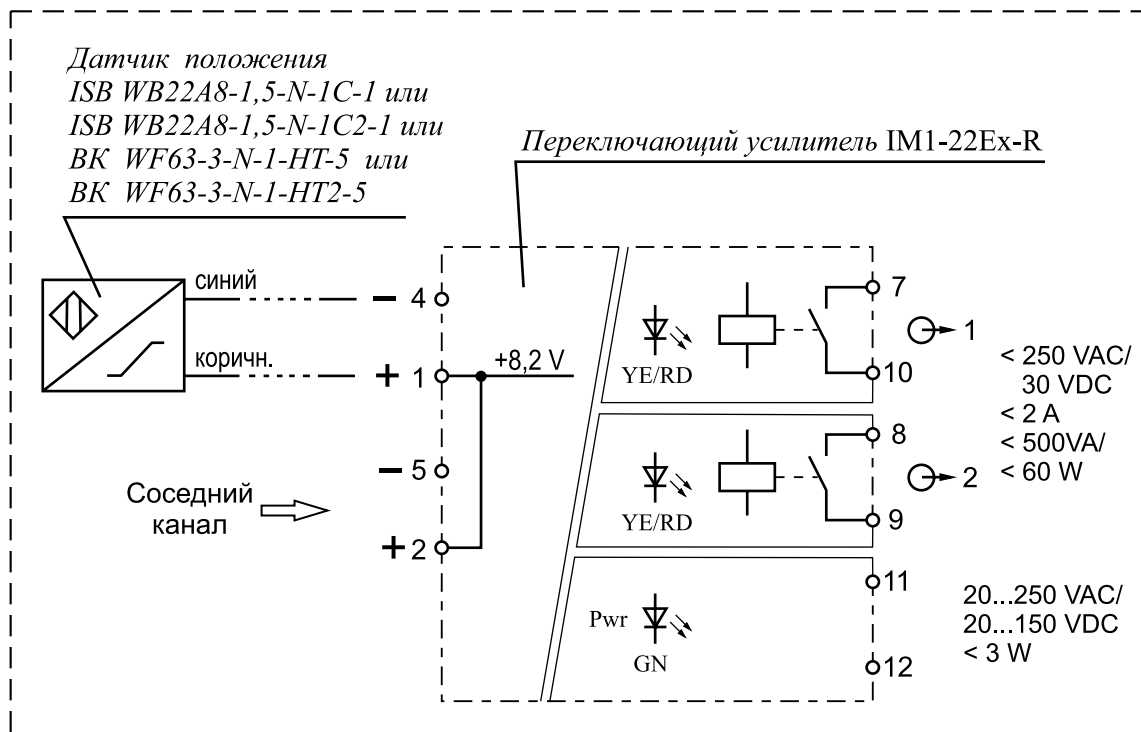

Рис. 1-7
18. Электрический монтаж датчика положения для клапанов во взрывозащищенном исполнении производите в соответствии со схемой рис. 1-7. Датчик положения имеет специальный уровень взрывозащиты (маркировка 1Exia ma IIC T4 Gb X). Длина кабеля, поставляемого с датчиком составляет 5 м. Возможно комплектование датчиком положения с длиной кабеля 20 м (длина кабеля датчика положения во взрывозащищенном исполнении должна быть указана в заказе).
В комплекте с клапаном во взрывозащищенном исполнении с датчиком положения поставляется переключающий усилитель IM1-22Ex-R производства фирмы “Turck” (Германия). Схема подключения переключающего усилителя к датчику положения во взрывозащищенном исполнении приведена на рис. 1-7.
Переключающий усилитель IM1-22Ex-R является двухканальным устройством. В случае выхода из строя одного из каналов переключающего усилителя произведите переподключение датчика положения на другой (соседний) канал. Съём сигнала с усилителя производите с выхода соседнего канала (см. рис. 1-7 и руководство по эксплуатации на переключающий усилитель).